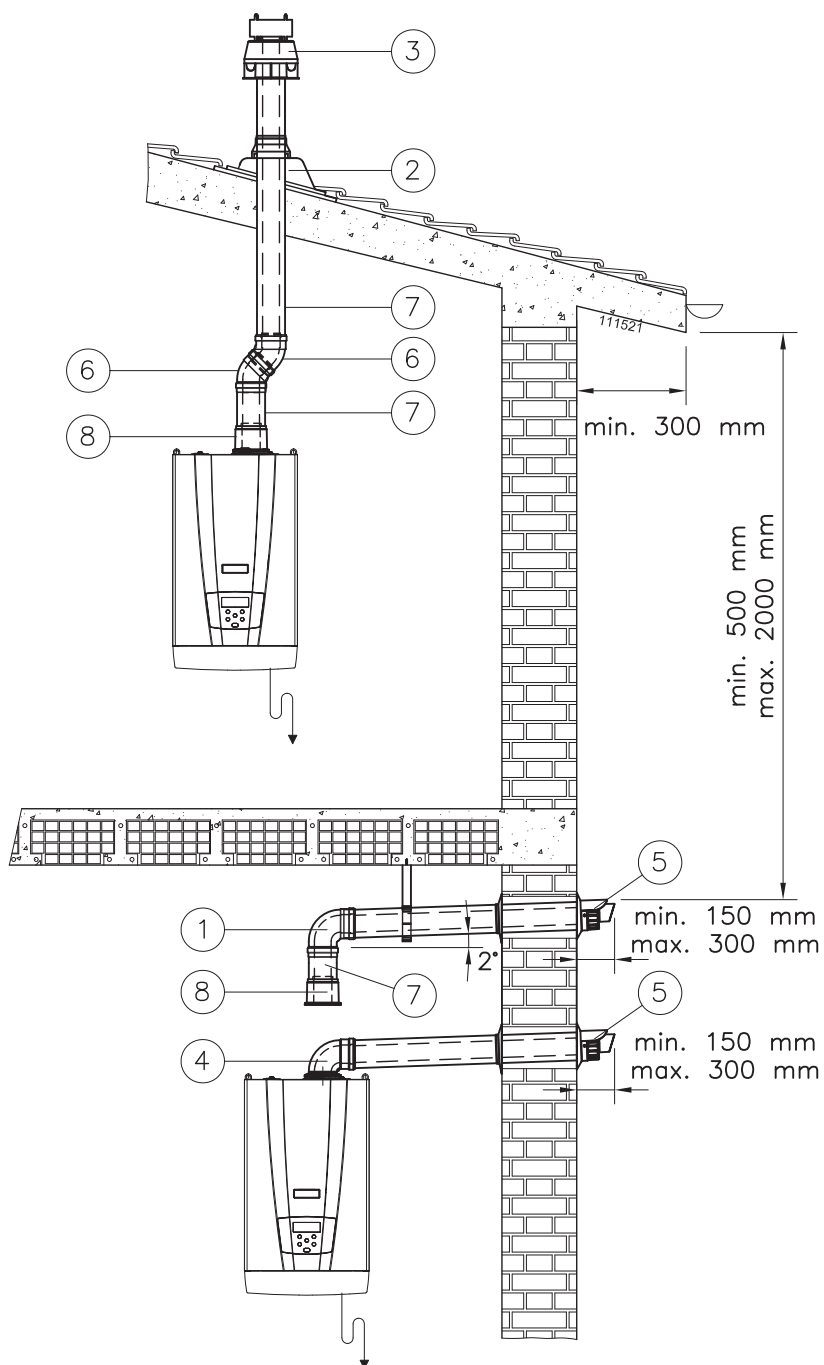

Figure 5-27 - Exemples d'installation du conduit coaxial
**ATTENTION !!! Après avoir effectué ces contrôles, vérifier que le terminal d'évacuation/ aspiration soit exposé à l'extérieur avec les tolérances fournies sur la figure 5-27**
Lorsque l'on effectue une évacuation coaxiale (voir figure 5-27), verticale ou horizontale, il est essentiel de suspendre le conduit d'évacuation vers le haut afin de drainer la condensation à l'intérieur de l'appareil.